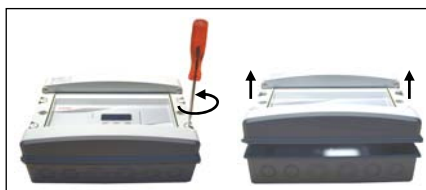

Fig. 3
- Verwijder het deksel (Fig. 3).